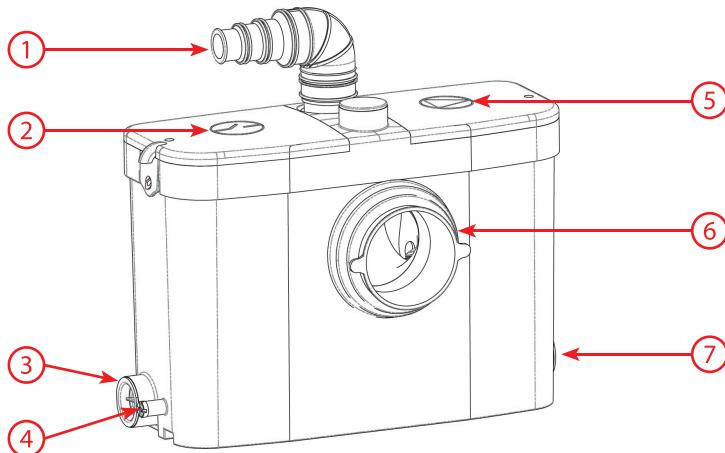

Рис. 1
- Установите насос на выбранное место и выньте заглушки из патрубков на насосе к которым будут присоединяться трубы и/или унитаз (рис. 1).